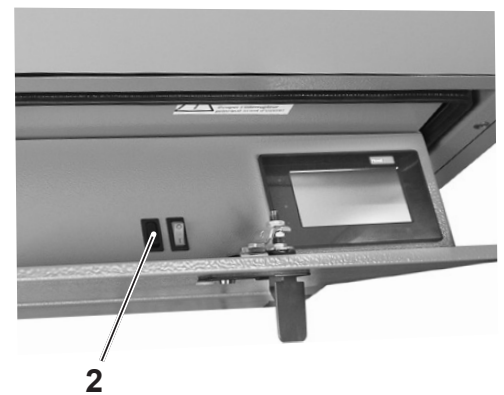

fig. 02
2. Premere il tasto di reset (2, fig. 02) finché la spia di segnalazione dei guasti si spegne. Il messaggio di errore è stato rimosso e il funzionamento in modo di riscaldamento è nuovamente attivo.